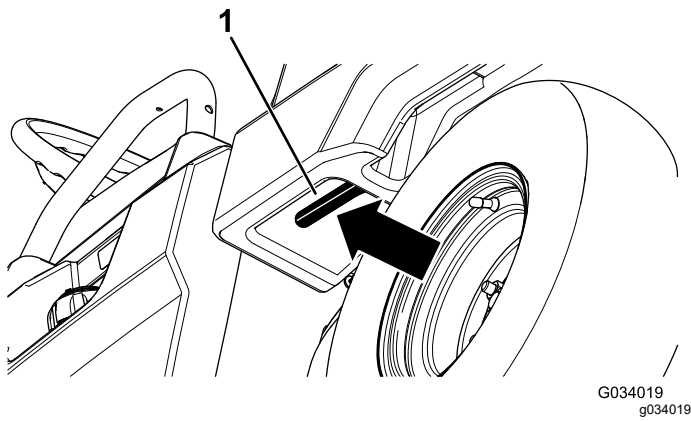

Bild 21
1. Ziehen Sie den Hebel an der linken Innenseite der Ladepritsche zu sich und heben Sie die Ladepritsche an (Bild 21).
1. Heben Sie den Riegel an, um die Ladepritsche etwas anzuheben (Bild 21).